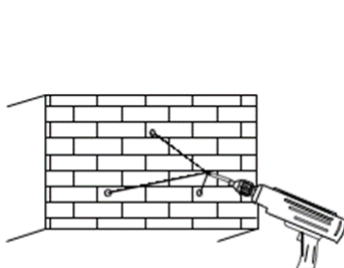

Fig. 2.2B
2. Rattacher le luminaire sur le mur (Fig. 2-2B-C).